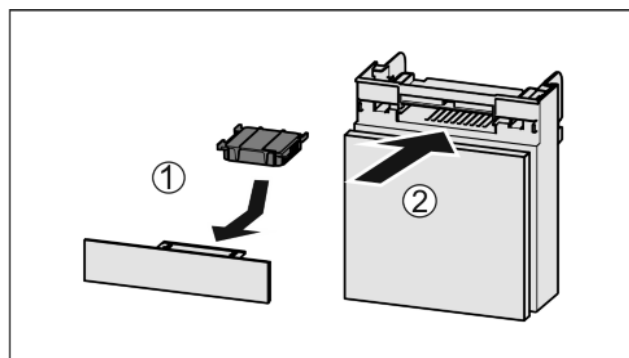

Fig. 28
- Actiefkoolfilter overeenkomstig afbeelding aanbrengen Fig. 28 (1).
- Lade erin schuiven Fig. 28 (2).